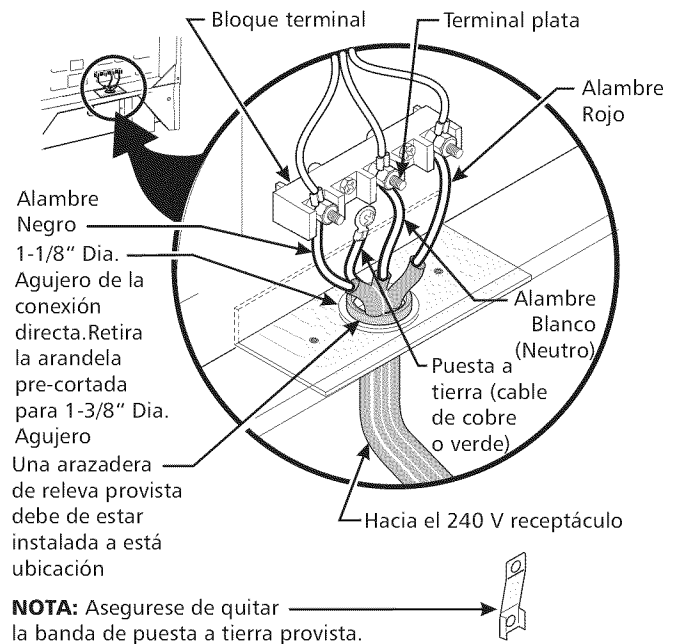

Figura 4
4. Conecte el alambre de puesta a tierra (verde) del cordón eléctrico de cobre al marco del artefacto con el tornillo de puesta a tierra, usando el agujero en el marco donde se quitó el tornillo de puesta a tierra (vea figura 4).
Si el aparato está conectado directamente al cortacircuito, a la caja de fusibles o a la caja de empalmes, use un cable blindado flexible o no metálico recubierto de cobre (con alambre a tierra). Provee una abrazadera releve de anclaje homologado UL a cada extremidad del cable. A la extremidad del electrodoméstico, el cable pase a través del agujero de la conexión directa (ver figura 4) en el cordón de la placa de montaje. El tamaño de los alambres (**alambre de cobre solamente**) y las conexiones deben estar conforme al régimen del electrodoméstico.